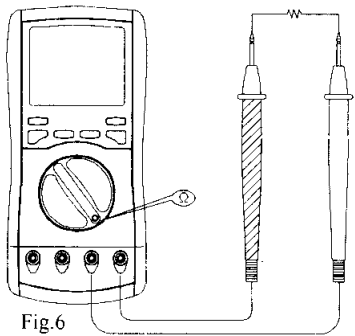

Fig.6
6. Измерение сопротивления Ω (Fig.6)